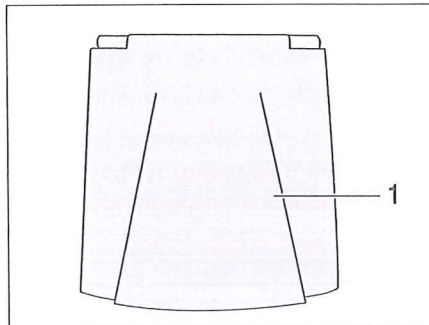

Bild 31 Utvändig lucka 230 V-anslutning
- Vrid den utvändiga luckan (Bild 31,1) uppåt.
- Fäll ned den utvändiga luckan (Bild 31,1) och tryck till.